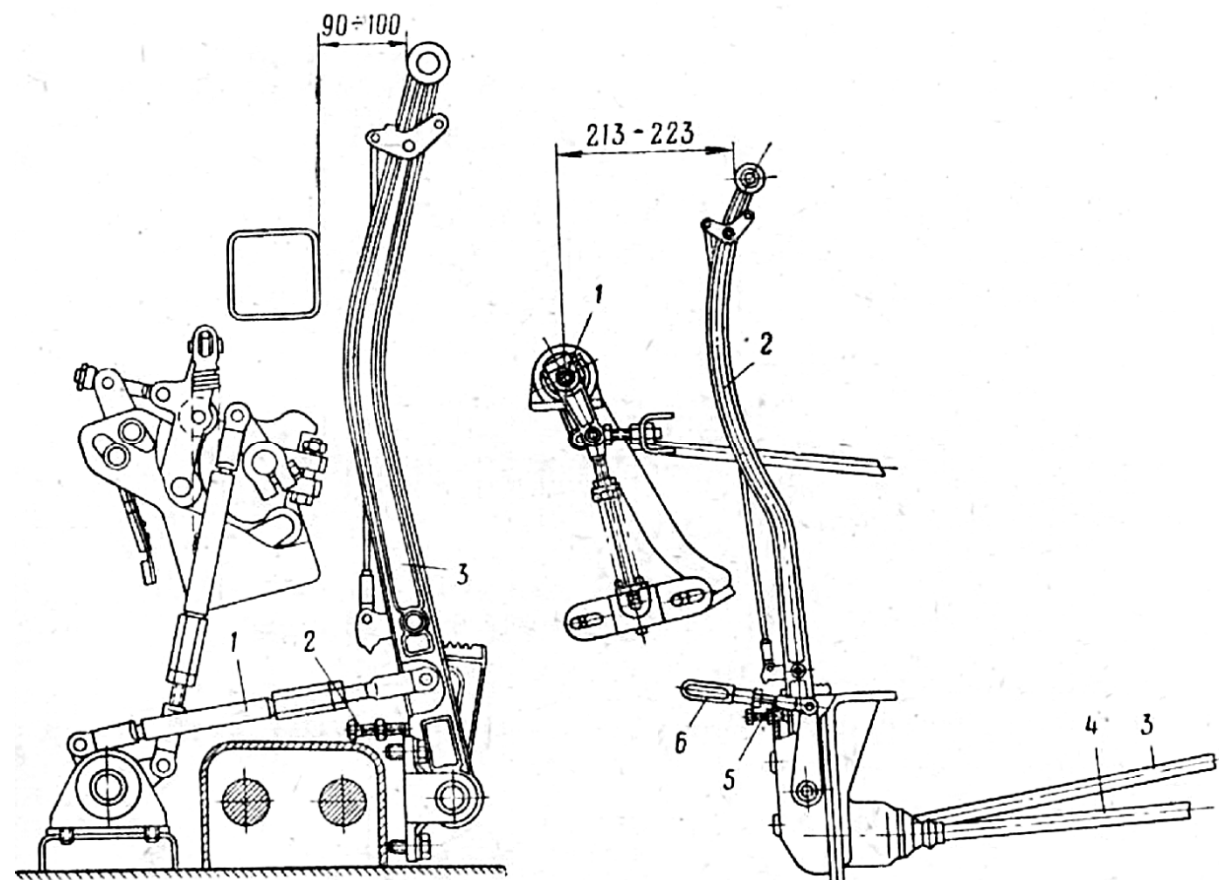

Рис. 28 Схема регулировки рычагов управления транспортера-тягача МТ-ЛБ:
4. Отрегулировать длины тяг 3, 4 и 6 рычагов управления, соединить их с соответствующими рычагами. При этом ролики рычагов тормозов механизма поворота должны находиться в соответствующих лунках на профильной поверхности кулаков как указано на рис. 28.
3. Отрегулировать длину тяги 1 и соединить ее с промежуточным рычагом. При этом ролики рычагов тормозов механизма поворота должны находиться в соответствующих лунках на профильной поверхности кулаков, как указано на рис. 28.
1. Отсоединить тягу 1 (рис. 28) от промежуточного рычага.